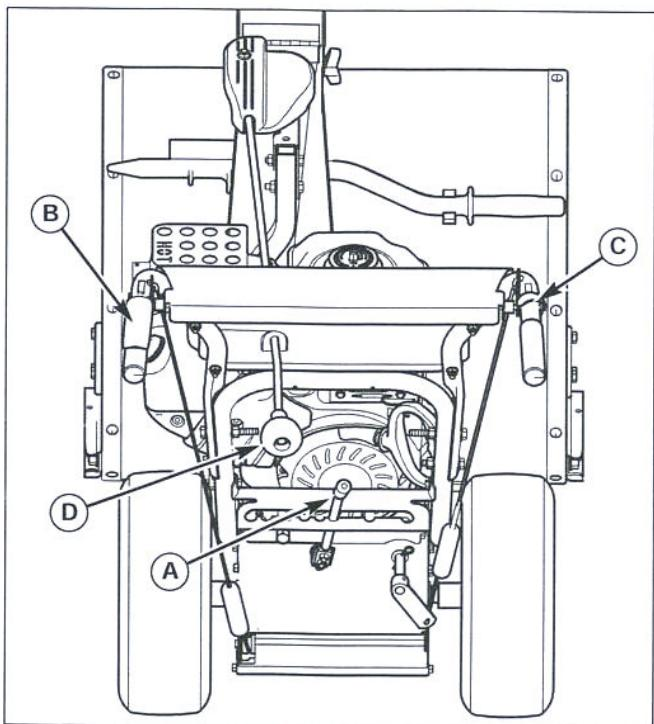

Рис. 8. Элементы управления (вид с положения оператора)
- Поверните дефлектор выброса (D, рис. 8) в желаемое положение.
- Установите рычаг переключения скоростей (A) в положение желаемой скорости движения вперед.
- Нажмите до упора и удерживайте рычаг привода шнека (C) на правой рукоятке, чтобы начать вращение шнека. Отпустите рычаг, чтобы отключить шнек.
- Полностью нажмите и удерживайте рычаг сцепления (B) на левой рукоятке, чтобы начать движение машины. Для остановки движения отпустите рычаг.
- Выберите скорость движения вперед или назад по необходимости, используя переключатель скоростей (A). Отпустите рычаг сцепления перед тем, как переключить скорость.
Используйте рычаг переключения скоростей (A, рис. 8) для управления скоростью движения снегоотбрасывателя. Вы можете выбрать из шести скоростей движения вперед и двух скоростей движения назад.